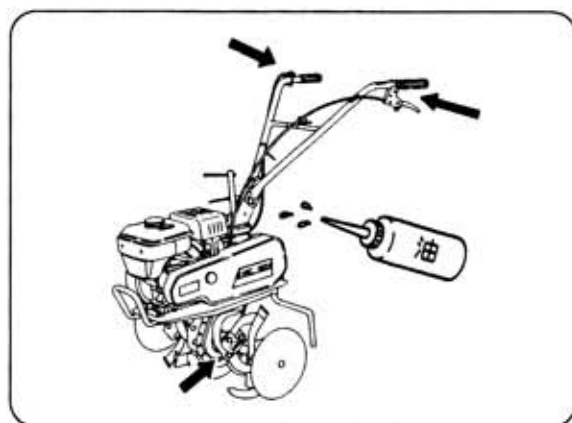

図29
4) 注油 (図29)
- ① 各作動部分には油差しで注油してください。
- ② 各々のレバー類と軸受部分等
- ③ 各々のワイヤには注油口よりワイヤを作動させがらおこなってください。特に露出部分には念入りにおこなってください。